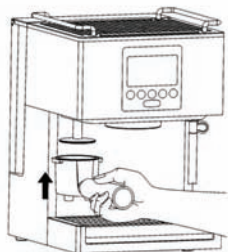

Рис. 4
11.9. Отстранете излишното кафе от края на филтъра и утъпкайте кафето с помощта на прикрепения към експреса уред (6) или с мярката (14) (Рис. 4).
- 12.9. Отстранете излишното кафе от края на филтъра и утъпкайте кафето с помощта на прикрепения към експреса уред (6) или с мярката (14) (Рис. 4).
- 13.9. Отстранете излишното кафе от края на филтъра и утъпкайте кафето с помощта на прикрепения към експреса уред (6) или с мярката (14) (Рис. 4).